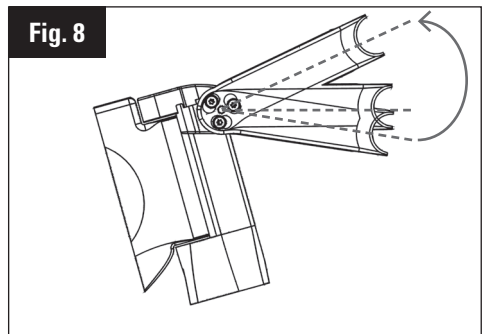

Fig. 8
8. Passen Sie Ihre Winkelstellung an. Im Verhältnis zur Horizontalen kann der Neigungswinkel der Vorbauten zwischen  $+20^\circ$  und  $-9^\circ$  variieren (Abb. 8).